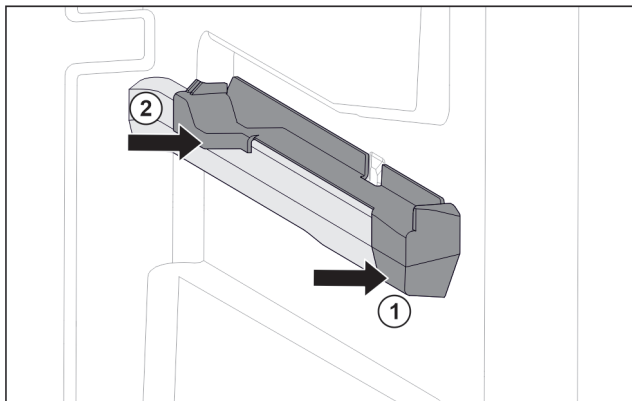

Fig. 81 Påsettsingsdel på høyre beholderribbe
- Sett på påsettsingsdel foran på beholderribben. Fig. 81 (1)
- Trykk på påsettsingsdel bak. Fig. 81 (2)